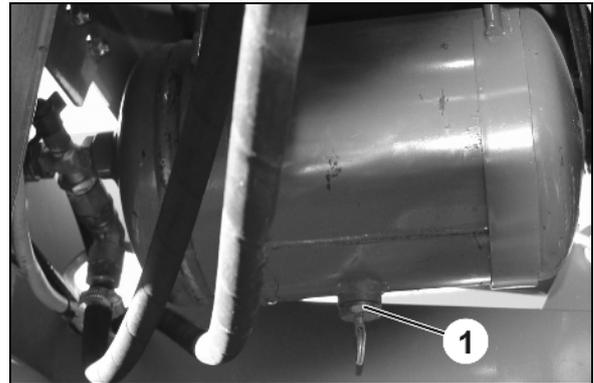

Fig. 138
1. Ziehen Sie das Entwässerungs-Ventil (Fig. 138/1) über den Ring solange in seitlicher Richtung, bis kein Wasser mehr aus dem Luftbehälter ausfließt.